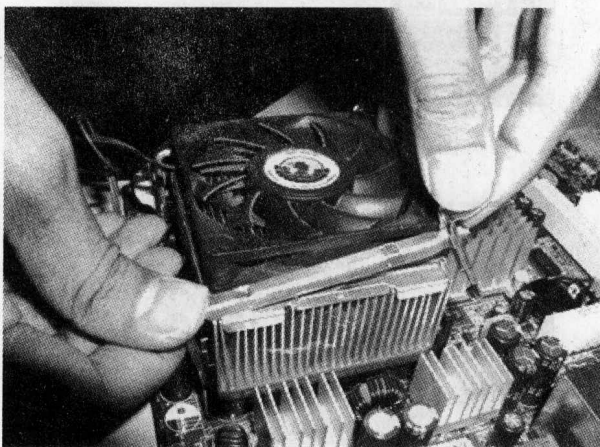

图 1-5 安装 CPU 风扇
(2) CPU 风扇的安装较复杂，其步骤如下：
- ① 在主板上找到安装好的 CPU 及其支撑架的位置。
- ② 将散热片妥善定位在支撑架上。
- ③ 将散热风扇安装在散热片的顶部——向下压风扇直到它的四个卡子楔入与支撑架对应的孔中。
- ④ 将两个压杆压下以固定风扇。注意：每个压杆都只能沿一个方向压下，如图 1-5 所示。